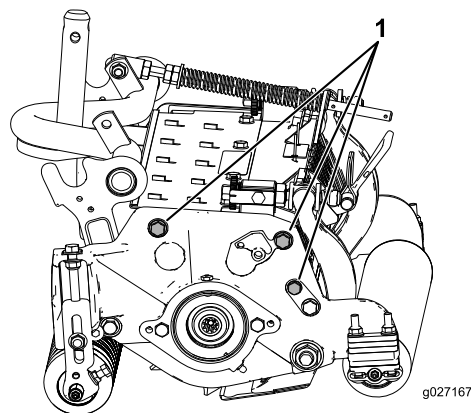

Рисунок 12
**Примечание:** Положение заднего валика относительно барабана контролируется допусками на обработку узлов в сборе и поэтому синхронизация не требуется. Возможна лишь незначительная регулировка, которую выполняют путем установки режущего блока на поверочную плиту с плоской поверхностью и ослаблением монтажных колпачковых винтов, крепящих боковую пластину (Рисунок 12).